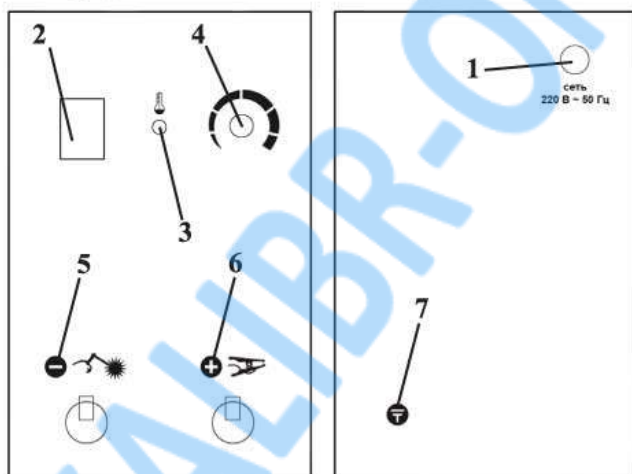

рис.1
Общий вид инвертора схематично представлен на рис.1:
5.4.1 Сварочный кабель с электрододержателем подключается к переходнику (входит в комплект поставки), а затем к быстрозажимной клемме «плюс» 6 рис.1., за исключением случая использования кислотных электродов. В любом случае, сначала ознакомьтесь с инструкцией на упаковке электродов.
5.4.2 Кабель массы подключается к переходнику (входит в комплект поставки), а затем к быстрозажимной клемме «минус» 5 рис.1 и подключается к рабочей поверхности, как можно ближе к месту сварки.
6.1 В большинстве случаев электрод подключается к быстрозажимной клемме «плюс» 6 (рис.1), однако есть некоторые виды электродов, подключаемых к быстрозажимной клемме «минус» 5 (рис.1), поэтому подключать сварочные кабели следует в соответствии с полярностью аппарата «+» и «-» и типом электродов.
6.4 Ток сварки регулируется с помощью ручки 4 (рис.1).